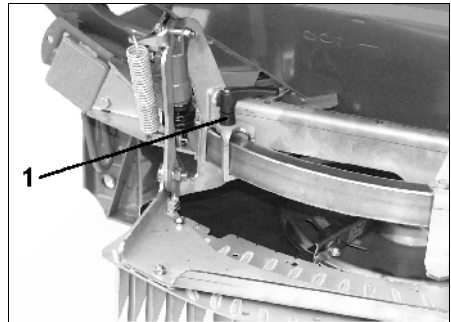

Fig. 43
- Hierfür den Klemmhebel (Fig. 43/1) lösen.